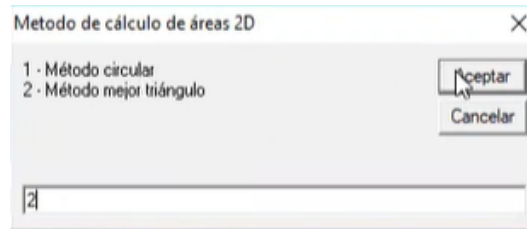

Figura 260. Selección del método.
69. En la ventana emergente, seleccionar la opción “2 Método mejor triángulo”. Figura 260.